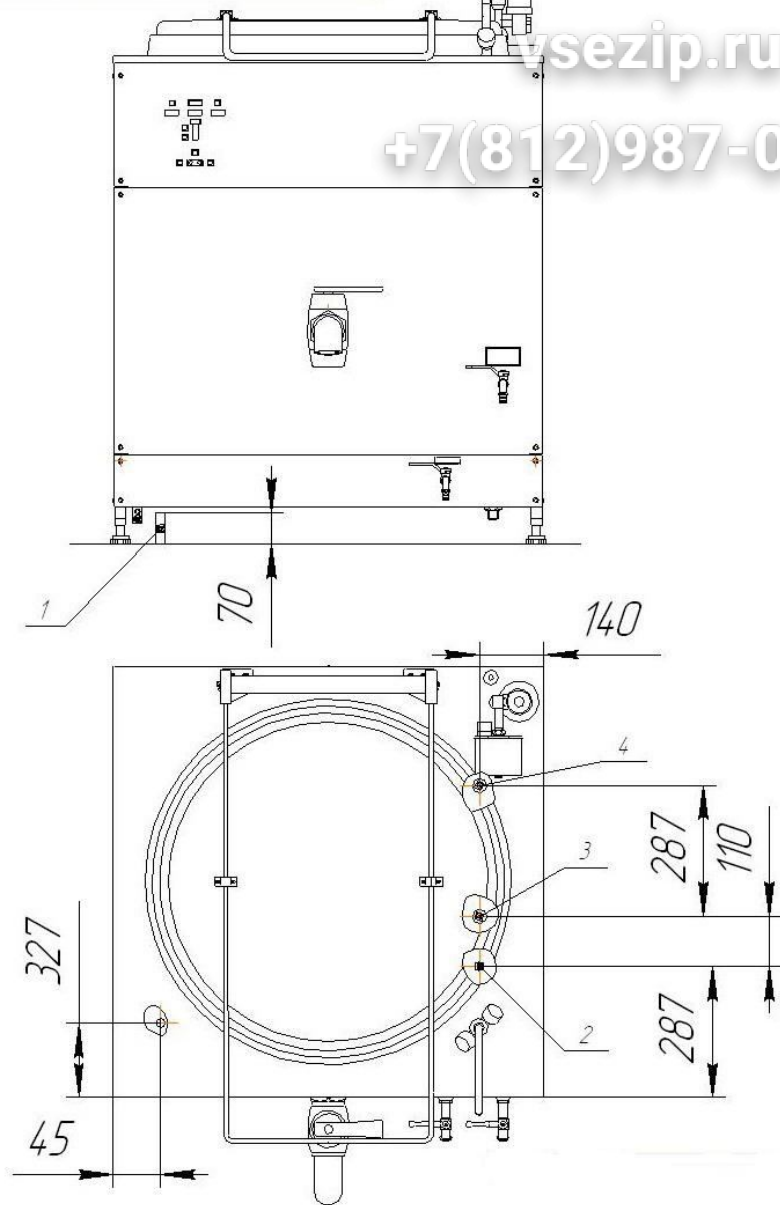

Рисунок 3
8.6 Выполнить отвод конденсата от чашки 4 (смотри рисунок 3) в канализацию.